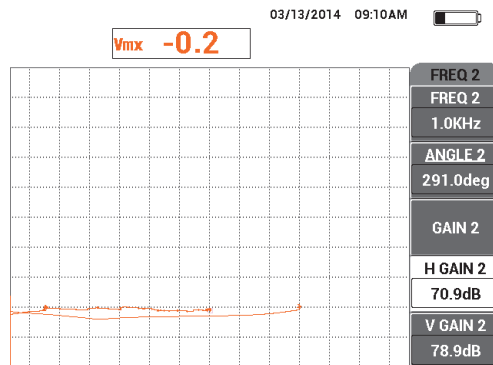

図 5-106 H ゲイン 2 値の調整
15. 標準試験片の位置 2 にプローブをしっかりと置き、ミックス信号ポイントを観察し、続いて基本フィルタメニューキー (F) を押し、ミックス信号の動作ポイントがゼロポイントの左に 3 区分以上含まなくなるまで、H ゲイン 2 (D キー) を下げます (204 ページの図 5-106 を参照)。